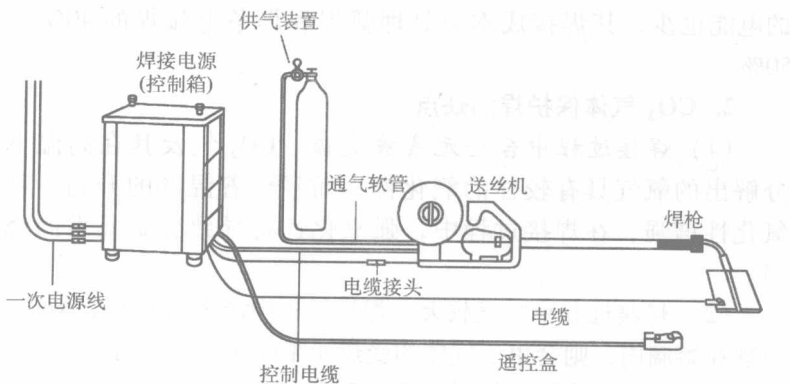

图 1-1 半自动 CO2 焊设备组成
(1) 焊接过程中合金元素被烧损 CO2 气及其在高温下分解出的氧气具有较强的氧化性，而且随着温度的升高，其氧化性增强，在焊接过程中，强氧化性将导致合金元素的烧损。
(2) 焊接过程中飞溅较大 焊接过程中产生的 CO 气体如果出现在熔滴内，则会由于气体的受热膨胀而导致处于向焊接熔池过渡过程中的熔滴爆炸，形成焊接飞溅。
(3) 焊接过程中气体保护区的抗风能力弱 CO2 气体保护焊时，由于 CO2 气流的保护，把焊接电弧区周围的空气排挤出焊接电弧区，保护好处于高温的电极、熔化金属和处于高温区域的近缝区金属，使它们不与周围的空气接触，防止被氧化。一旦 CO2 气体保护作用被自然风力破坏，CO2 气体保护焊的焊缝质量将变差，所以，室外焊接作业时，CO2 气体保护焊电弧区周围要有防风措施。
(4) 拉丝式焊枪比焊条电弧焊焊钳重 CO2 气体保护焊拉丝式焊枪上有焊丝盘和送丝电动机，尽管送丝电动机功率较小（一般为 10W 左右）、焊丝盘重量也不超过 1kg，但整个焊枪比焊条电弧焊焊钳要重，增大了焊工的劳动强度。
(5) 焊接设备较复杂 CO2 气体保护焊焊机主要由 7 个部分组成：焊接电源、控制箱、送丝机构、焊枪（手工焊枪或自动焊小车）、CO2 气体供气装置、遥控盒、冷却水循环装置（大电流焊接时用于冷却焊枪）等。其设备组成比焊条电弧焊机复杂，在需要经常移动的焊接现场上焊接时不如焊条电弧焊机动性好。半自动 CO2 气体保护焊设备组成见图 1-1。
(6) CO2 气体保护焊焊机价格比焊条电弧焊焊机价格高 半自动 CO2 气体保护焊焊机的价格是交流焊条电弧焊机价格的 3 倍，是直流焊条电弧焊机价格的 1.5 倍，价格较高。